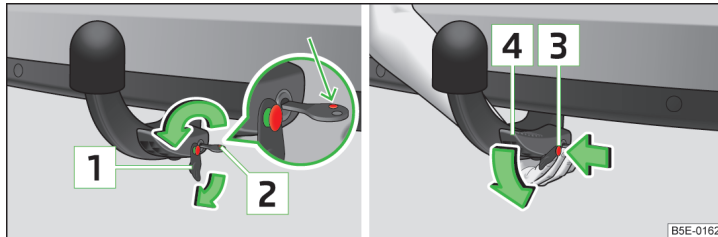

Fig. 159 Déverrouillage de la manette de la boule d'attelage / détachement de la boule d'attelage
- Enlevez le cache **1** » fig. 159 de la serrure dans le sens de la flèche.